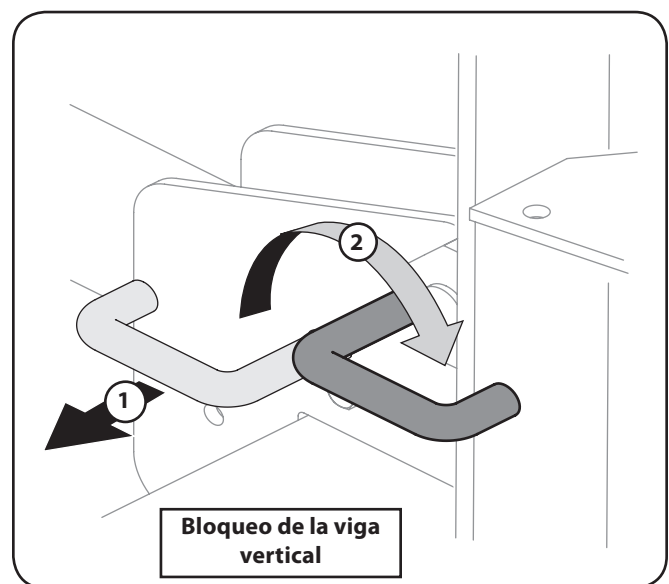

Figura 5-1
- Tire del bloqueo de vigueta vertical hacia afuera y rótelolo hacia abajo. Vea la Figura 5-1. Gire la vigueta a la posición horizontal.